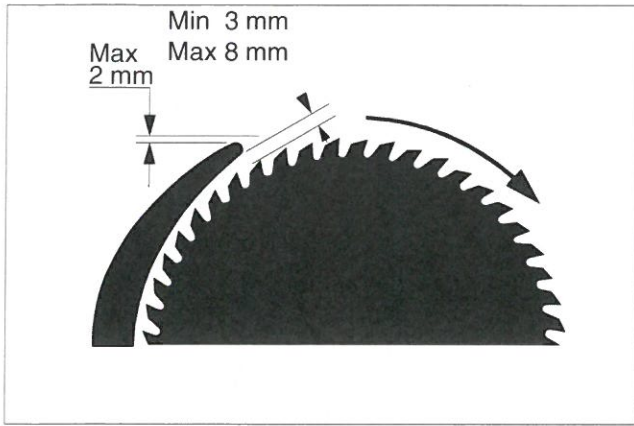

Fig. 1
- Juster spaltekniven som vist i fig. 1 og trekk til festeskruen.